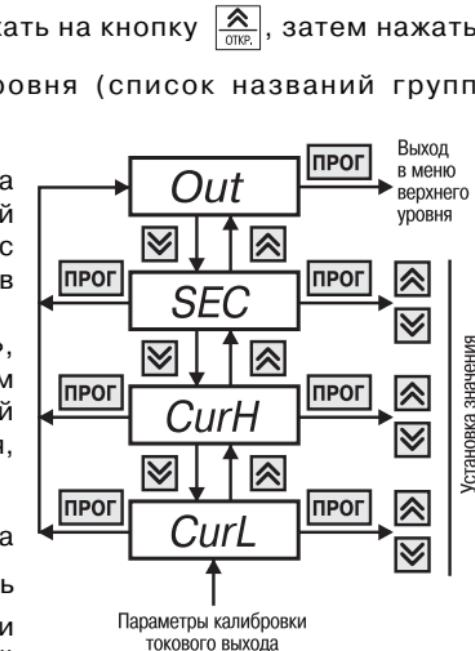

Рис. 20
6.2.2.9. Группа «**Cur**» (рис.20) предназначена для коррекции нижней (параметр «**CurL**») и верхней (параметр «**CurH**») границ выходного тока модуля с токовым выходом 4...20 мА, если он установлен в приборе. Код доступа для данной группы «**_11**».